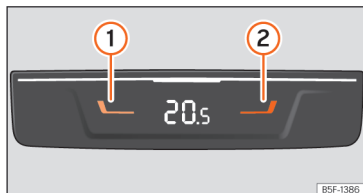

Fig. 115 Na parte traseira da consola central: comandos para os lugares traseiros.
- Pressione os botões **1** e **2** **>>> Fig. 115** para ajustar a temperatura da zona posterior.